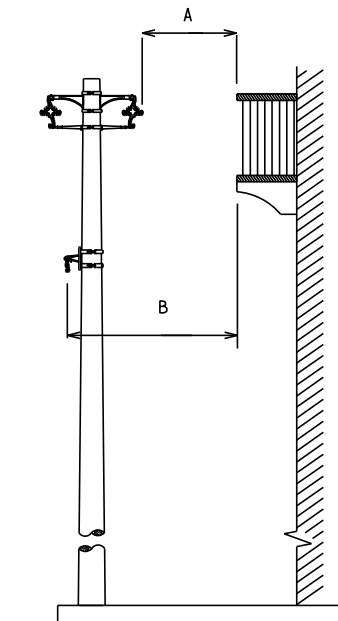

FIGURA 6
- Quando a cota A da Figura 6 estiver inferior a 1,50 m, instalar o segundo alimentador no lado da rua, sob o primeiro.